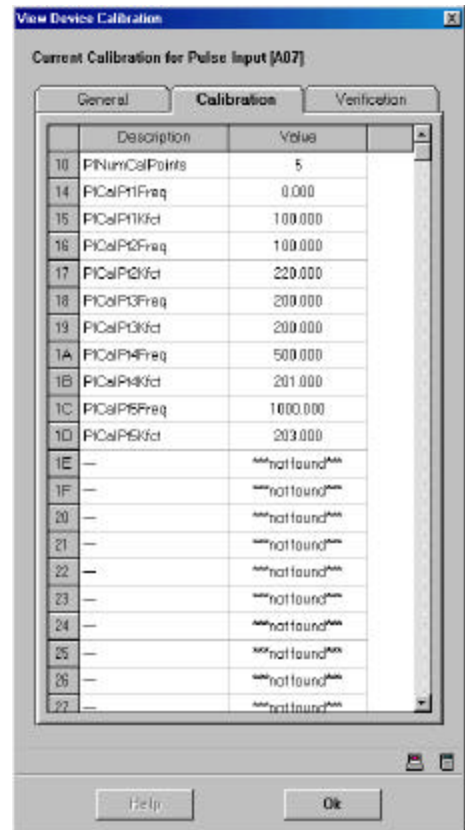

Figure 4 Device calibration window/Fenêtre Device calibration
5. Click the *Calibration* tab. Figure 4 shows an example of the window.
5. Cliquer sur l'onglet *Calibration*. La fenêtre obtenue est illustrée à la figure 4.